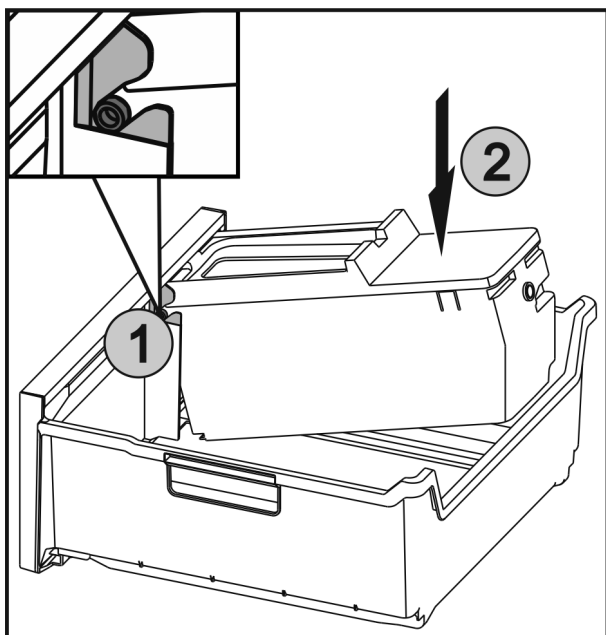

Fig. 40
- ▶ Zasuňte osi Fig. 40 (1) na EasyTwist-Ice do vedení a tlačte zadnú stranu Fig. 40 (2), kým spona nezapadne.